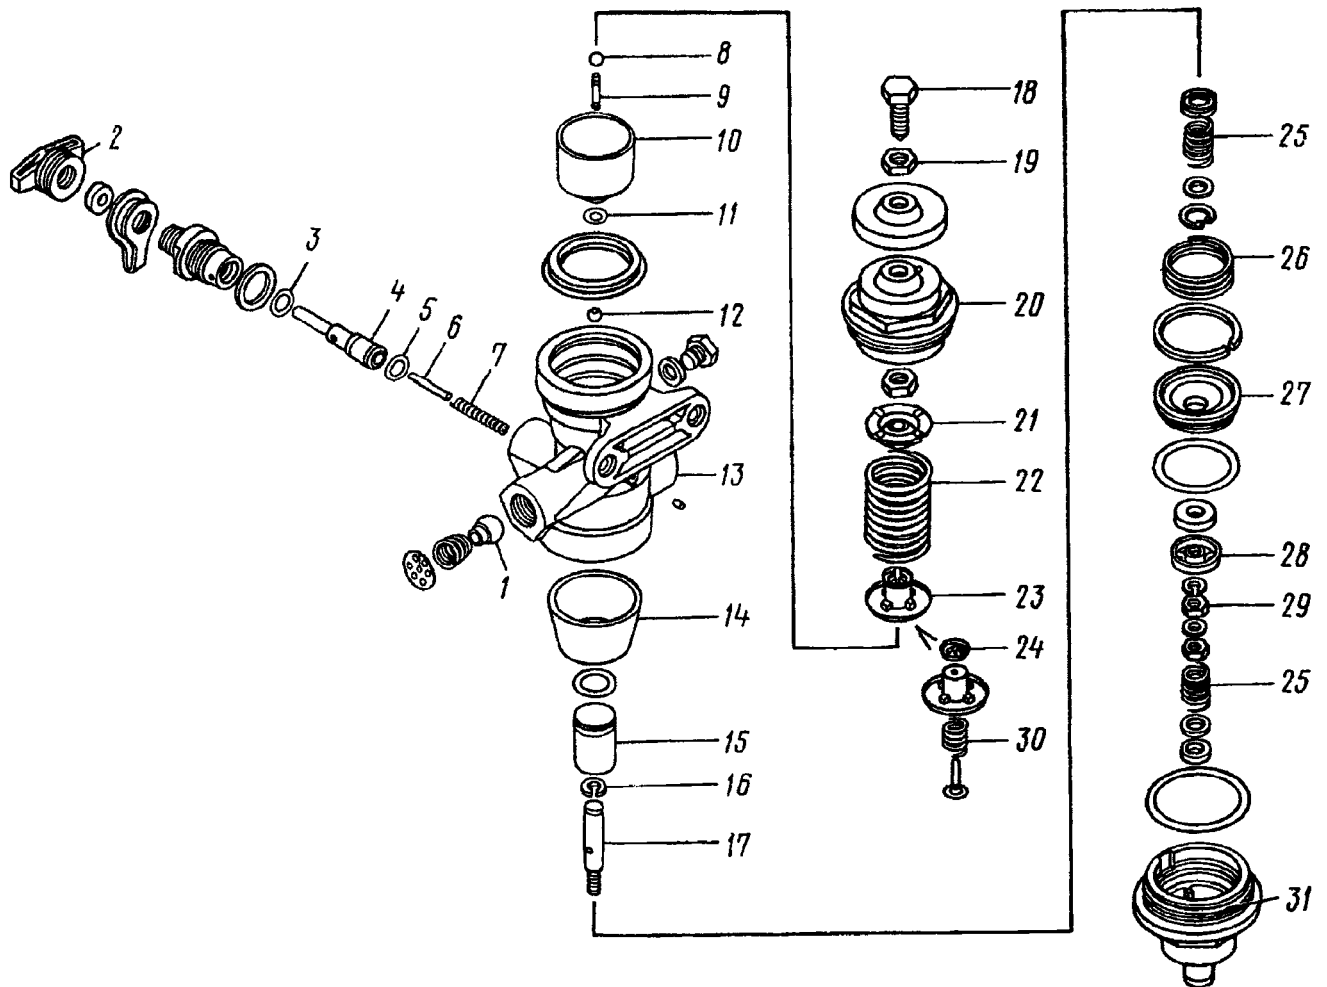

Рис. 301. Регулятор давления:
2. Выверните из регулятора регулировочный винт 18 (рис. 301)	Торцовый винт 13 мм, ключ 14 мм